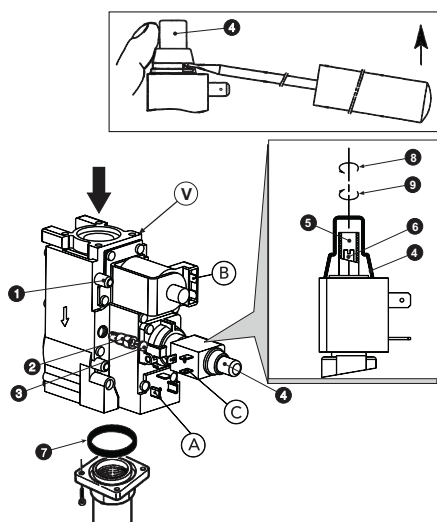

fig. 4 - Trasformazione gas di alimentazione
Le operazioni di regolazione della pressione si effettuano con caldaia in funzione operando sul regolatore di pressione presente sulle valvole gas a 2 stadi (vedere fig. 4)
3. Togliere il coperchietto di protezione del regolatore di pressione 4 di fig. 4.
1. Ruotare lentamente in senso orario la manopola del termostato di regolazione fino al 1° click; la valvola gas verrà così alimentata solamente sulle connessioni A e B (vedere fig. 4).
2. Agire sulla vite 6 di fig. 4 controllando che la pressione corrisponda ai valori della tabella dati tecnici al sez. 5.3.
1. Ruotare la manopola del termostato di regolazione al valore massimo; la valvola gas verrà ora alimentata sulle connessioni A, B e C (vedere fig. 4).
2. Agire sulla vite 5 di fig. 4 controllando che la pressione corrisponda ai valori della tabella dati tecnici al sez. 5.3.
2. Togliere dalla valvola gas il piccolo tappo 3 (fig. 4), avvitare sulla valvola il regolatore "STEP" di accensione 2 contenuto nel kit di trasformazione e rimettere sul regolatore il tappo 3.
Eseguire le stesse operazioni spiegate precedentemente avendo cura di togliere il regolatore "STEP" di accensione 2 di fig. 4 della valvola gas; il tappo 3 di fig. 4 deve essere montato direttamente sulla valvola.